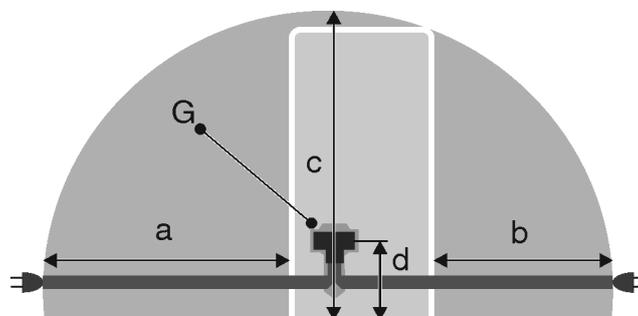

Fig. 55 Kombinacije hladnjaka/zamrzivača / zamrzivači / hladnjaci bez zamrzivača BioFresh*
- Utičnica se ne nalazi iza uređaja, nego u područjima a ili b *Fig. 55 (a, b, c)*.
- ▶ Utikač uređaja *Fig. 55 (G)* utaknite na stražnju stranu uređaja. Pripazite da ispravno uskoči.